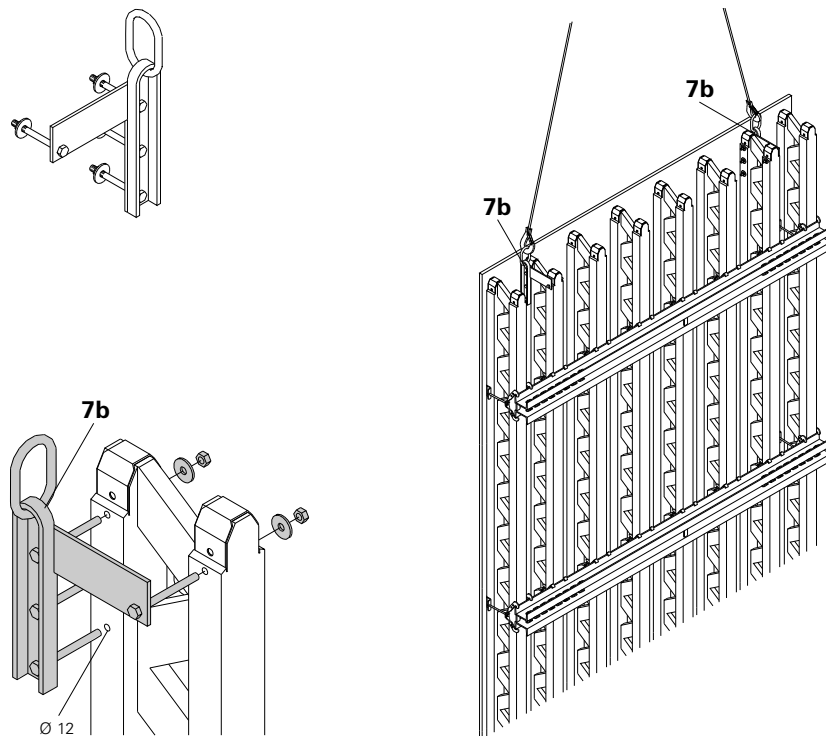

Fig. B3.02
- Montar el asa de elevación del lado exterior de las vigas. (Fig. B3.02)